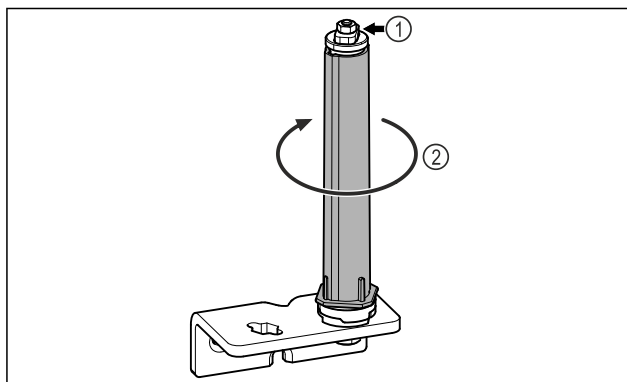

Fig. 28
- Не разбирайте систему закрытия двери Fig. 28 (1).
- Поворачивайте систему закрытия Fig. 28 (2) до щелчка.